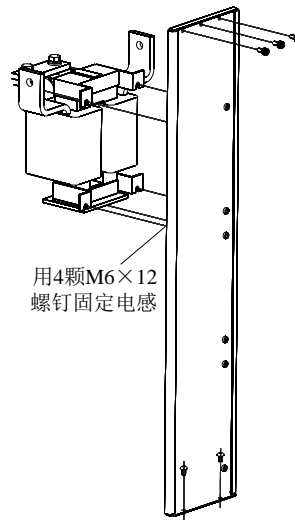

图8-12 500kVA UPS 旁路电感安装板图
4. 用 4 颗 M6×12 的螺钉将电感固定到电感安装板上, 如图 8-12 所示。